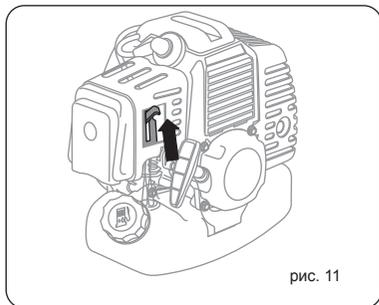

рис. 11
- Рычаг воздушной заслонки переведите вверх, в положение $|/|$ (Рис.11).